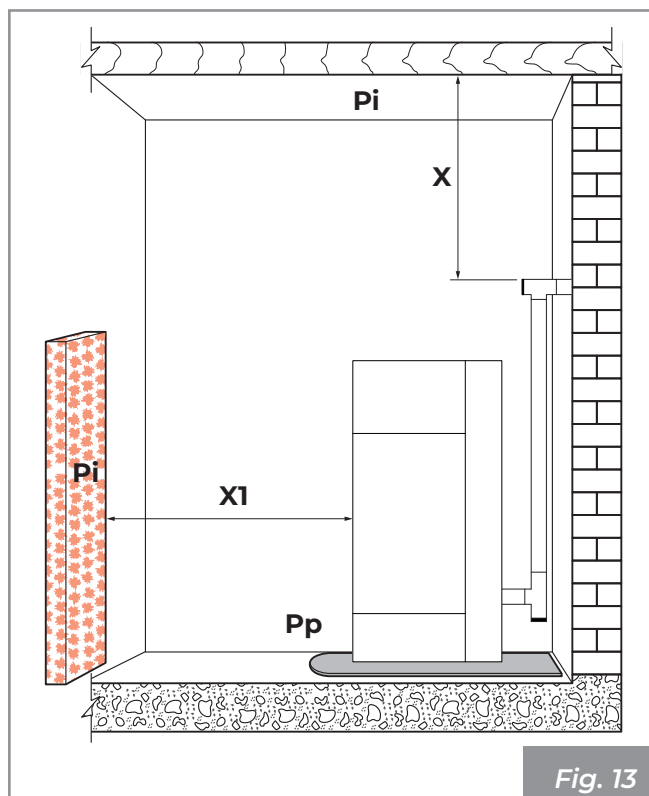

Fig. 13
Se recuerda respetar la distancia mínima de los materiales inflamables (X), descrita en la placa de identificación de los tubos usados para realizar la chimenea (Fig. 13).